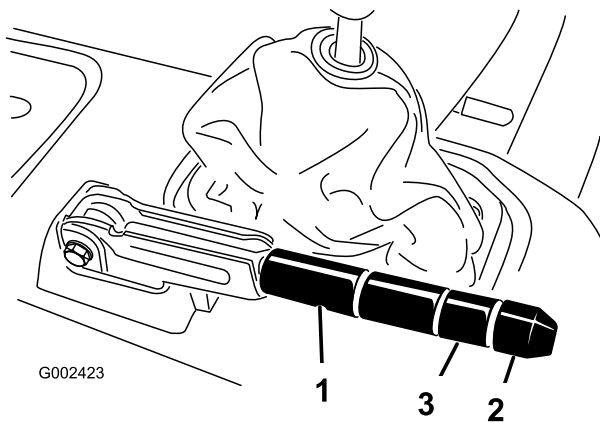

Figure 63
2. Desserrez la vis de fixation du bouton sur le levier du frein de stationnement (Figure 63).